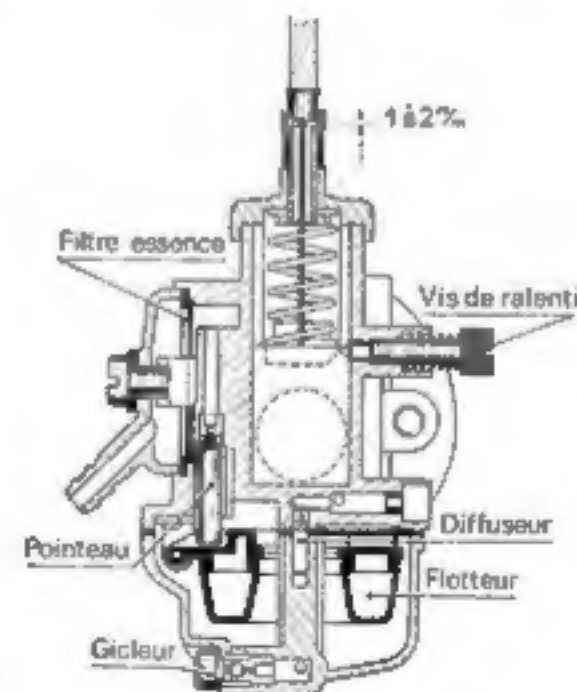

Fig. 3
- Vérifier l'état du joint d'étanchéité (filtre à air, pipe admission 22689 (fig 3)).
- Le réglage du ralenti s'effectue en agissant sur la vis moletée (tournevis), située à gauche du carburateur (fig. 3).
- Avant chaque réglage du ralenti, vérifier le jeu (1 à 2 mm) de la gaine du câble d'accélérateur au barillet tendeur (fig. 3).